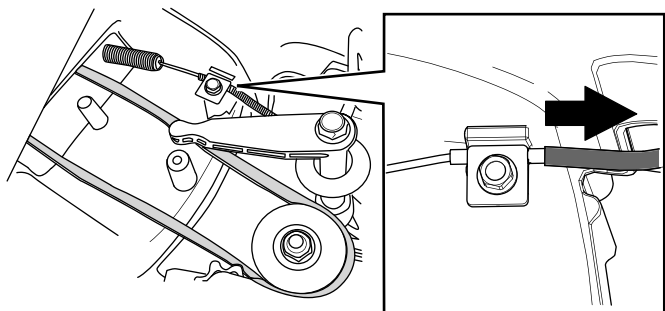

Figura 35
6. Empurre a manga do cabo para eliminar a folga (Figura 35).